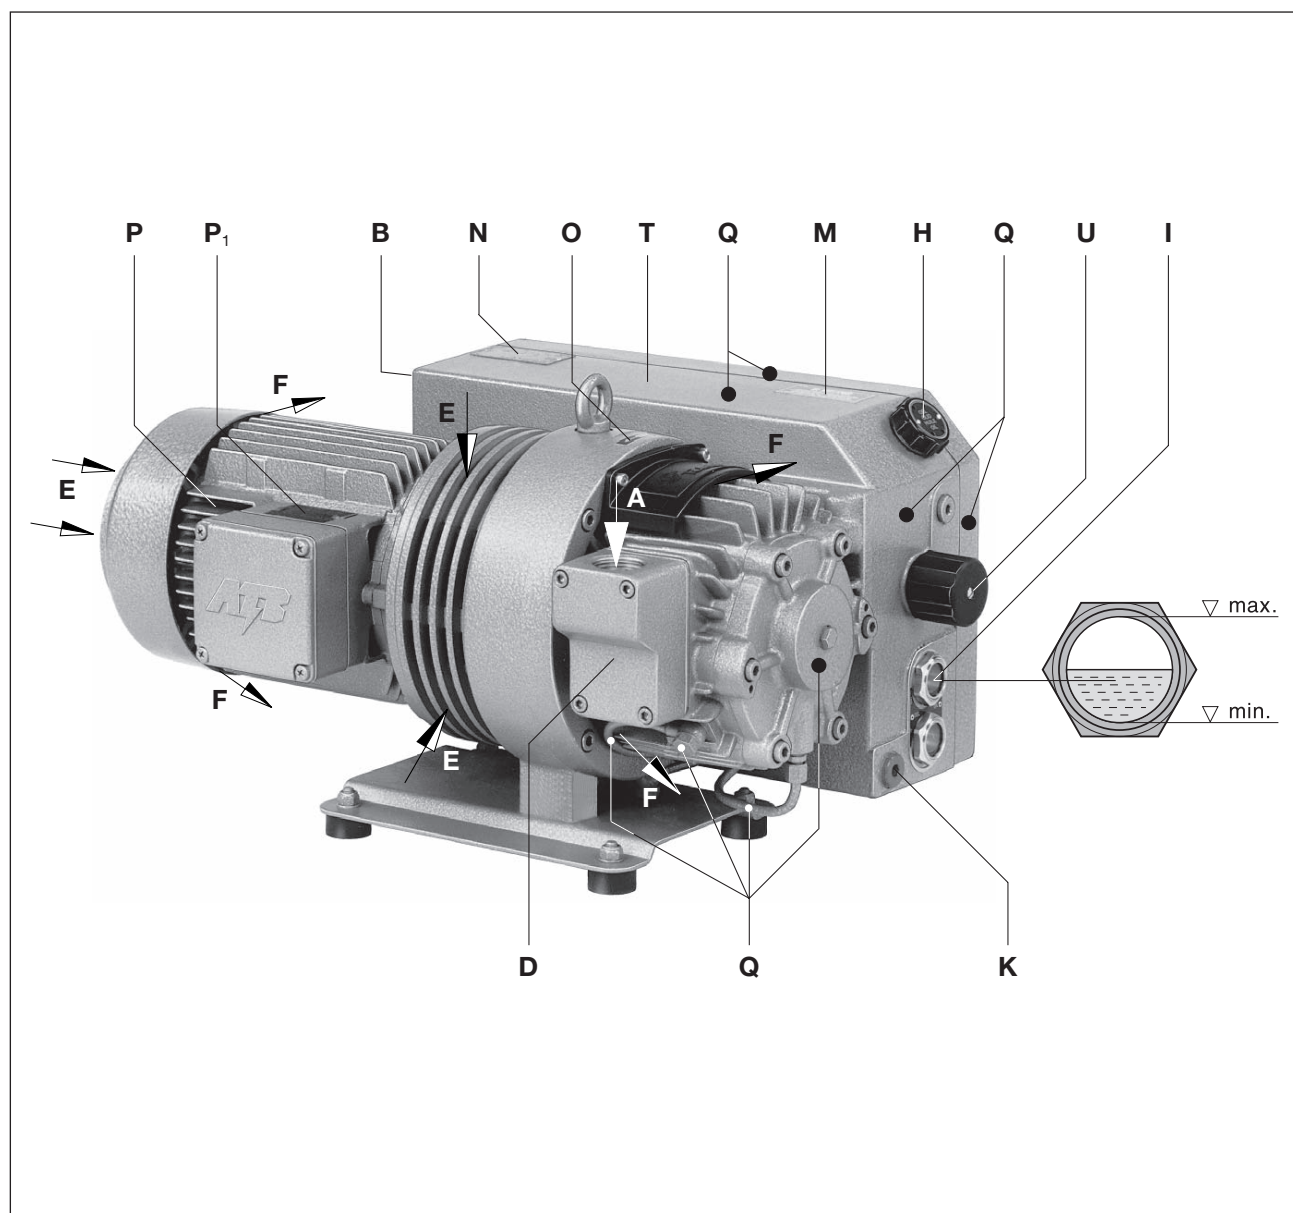

Fig. 2 Vakuumpump V-VCA / V-VCE
När pumpen är i drift förhindrar en standardmässig gasballastventil (fig. 2/U) att vattenånga kondenserar i pumpens inre när små mängder olja sugas in. Vid större mängder vattenånga kan en förstärkt gasballast användas.
Filterhus (fig. 2/D), oljepåfyllningspunkt (fig. 2/H), oljesiktglas (fig. 2/I), oljeavtappning (fig. 2/K), gasballast (fig. 2/U) och oljeavskiljarhus (fig. 2/T) måste vara lättillgängliga. Kylluftingångarna (fig. 2/E) och kylluftutgångarna (fig. 2/F) måste hålla minst 20 cm avstånd till intilliggande väggar. Kylluft som tränger ut får inte sugas in på nytt. För underhållsarbeten ska det finnas minst 40 cm avstånd runt maskinen.
Frånluftsöppningen (fig. 2/B) får varken stängas eller begränsas.
- a) Vakuumanslutningen (Fig. 2/A) finns på filterhuset (Fig. 2/D).
- b) Den uppsugna luften kan blåsas ut fritt genom frånluftsöppningen (Fig. 2/B) eller föras bort med hjälp av slang- resp. rörledningar.
- a) Fyll på smörjoljan (se kapitlet „Underhåll“ avseende lämpliga sorter) från oljepåfyllningspunkten (fig. 2/H) till överkanten på siktklasen (fig. 2/I).
- a) Uppgifter om motorns elektronik finns på märkskylten (Fig. 2/N) eller på motorns märksskylt (Fig. 2/P₁). Motorerna uppfyller kraven i DIN EN 60034 och tillhör skyddsklass IP 55 samt isoleeringsklass F. Lämpligt kopplingsschema finns i motorns anslutningsbox (inte på versionen med kontaktdon). Motoruppgifterna måste jämföras med uppgifterna om det befintliga huvudnätverket (aktuell typ, spänning, nätverksfrekvens, tillåtet strömvärde).
Vid maskinens driftstemperatur kan yttemperaturerna på komponenterna (Fig. 2/Q) överstiga 70°C.
- ▷ Drivaxelns planerade rotationsriktning markeras av rotationsriktningspilen (fig. 2/O) på motorflänsen.